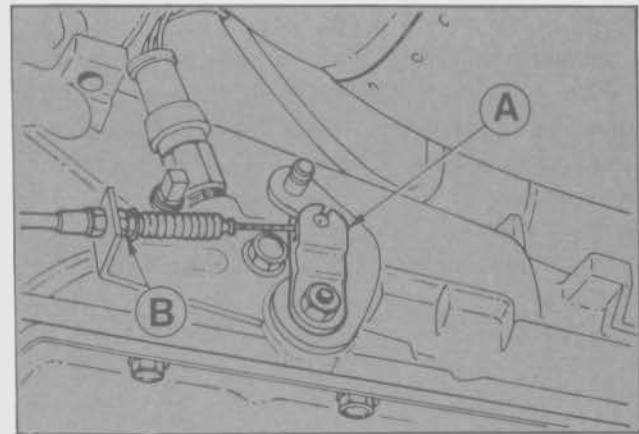

Fig. 33 - Instalación del cable de aceleración forzada
- Instalar el cable de aceleración forzada. Verificar la correcta instalación del mismo, siguiendo las instrucciones detalladas en el punto 3.3. de este Capítulo (Fig. 33).